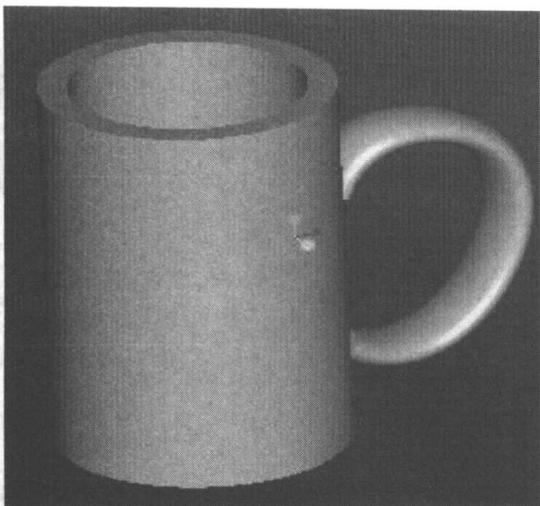

图 1-7
5. 打开模型工作窗口,看看是否发生了变化。效果如图 1-7 所示,缸子的壁变厚了。